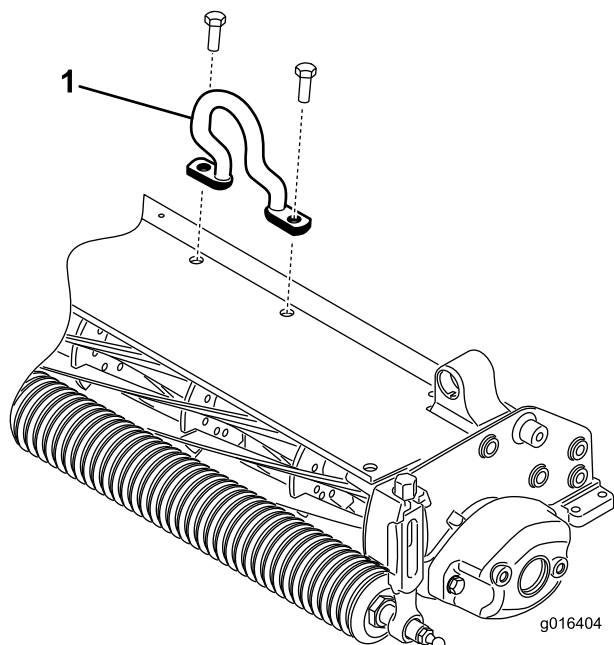

Figura 4
Instale o elo de desvio (Figura 4) na parte superior da unidade de tracção com (2) parafusos. Aperte os parafusos a um binário de 34-41 Nm.